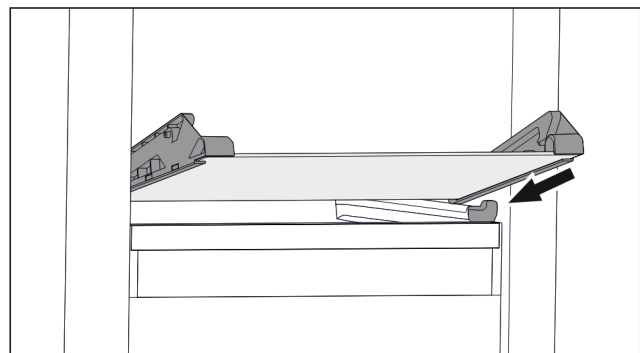

Fig. 132 Скляна пластина відкидного висувного ящика
- ▶ Встановити скляну пластину за стопорами навкоси. (див. Fig. 132)